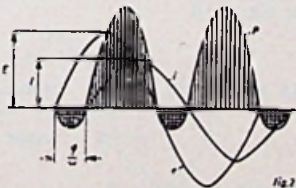

Fig. 2
**C. Vermogen van een sinusvormige wisselstroom (fig. 2).**